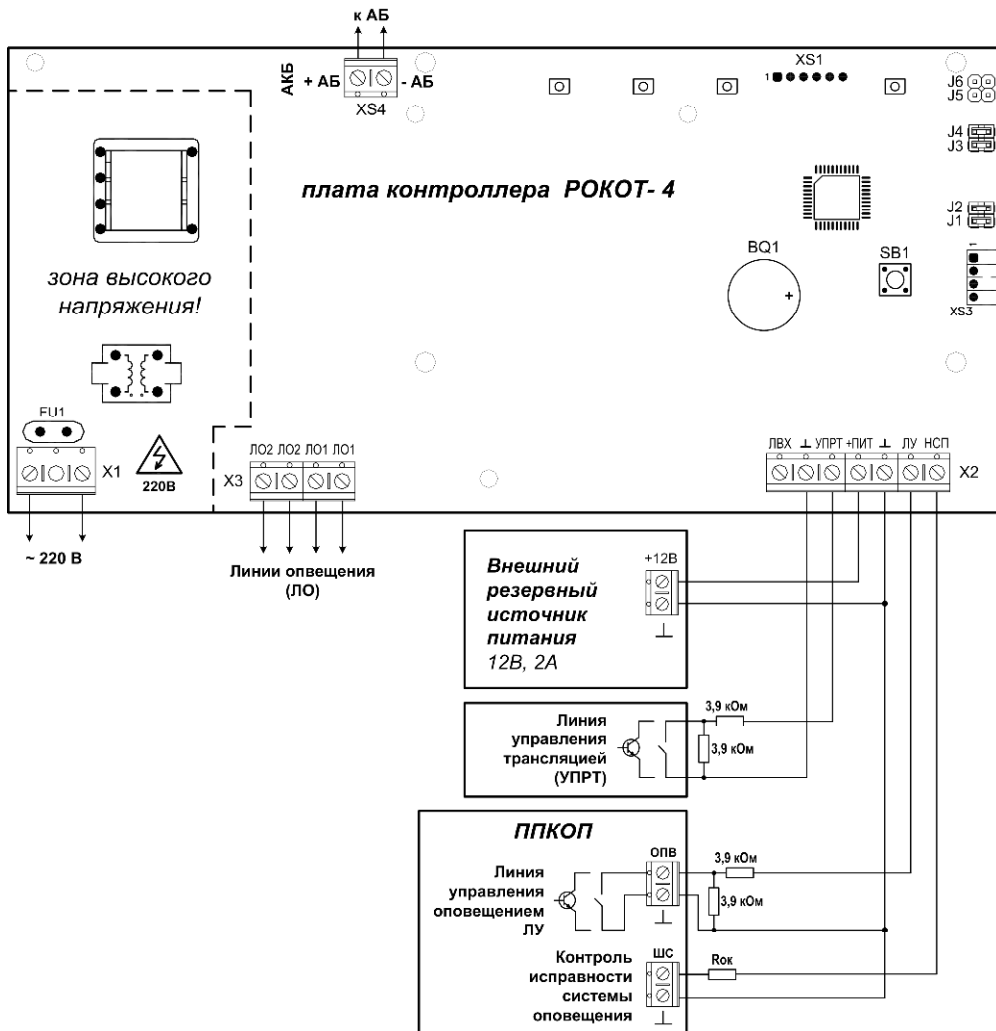

Рис. 1 Схема внешних подключений прибора «Рокот-4»
Вход в режим возможен из дежурного режима при длительном (более 4 секунд) нажатие кнопки «ТЕСТ». Для защиты от несанкционированного доступа посторонних лиц предусмотрена блокировка кнопки «ТЕСТ» с помощью перемычки J1, размещенной на плате контроллера прибора (см. рис. 1). При замкнутой перемычке J1 переход в тестовый режим заблокирован.
**ВНИМАНИЕ! На плате контроллера прибора, на участке, показанном на рис. 1 штриховой линией, присутствует напряжение ~220 В.**
В источнике питания прибора используется самовосстанавливающийся предохранитель FU1 (рис.1).
Переключки, позволяющие выбрать тактики использования линий управления и оповещения, установлены на плате контроллера прибора (см. рис.1) и доступны после вскрытия его корпуса.
- К клеммам «220В» платы прибора подсоедините кабель сетевого питания (см. рис.1).